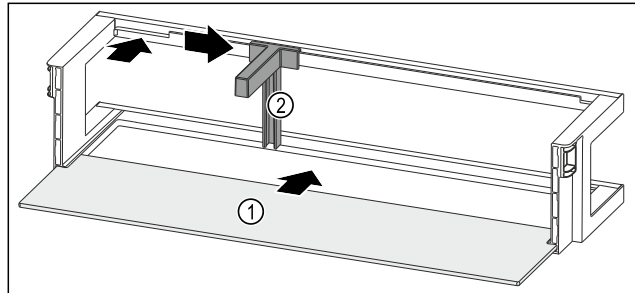

Fig. 101 Рафт на врата с рафт
- ▶ Вкарайте рафта Fig. 101 (1) в страничните прорези.
- ▶ Поставете преградата за бутилки Fig. 101 (2) в прореза.
- ▶ Плъзнете преградата за бутилки Fig. 101 (2) настрани до желаната позиция.